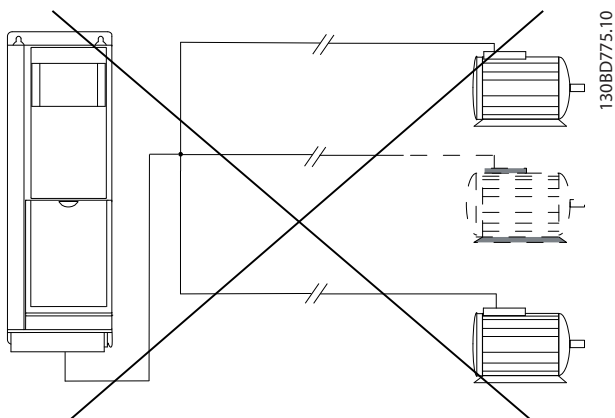

Bild 3.12 Gemensam kopplingsanslutning för långa kabellängder
- Använd inte gemensam kopplingsanslutning för långa kabellängder, se *Bild 3.12*.